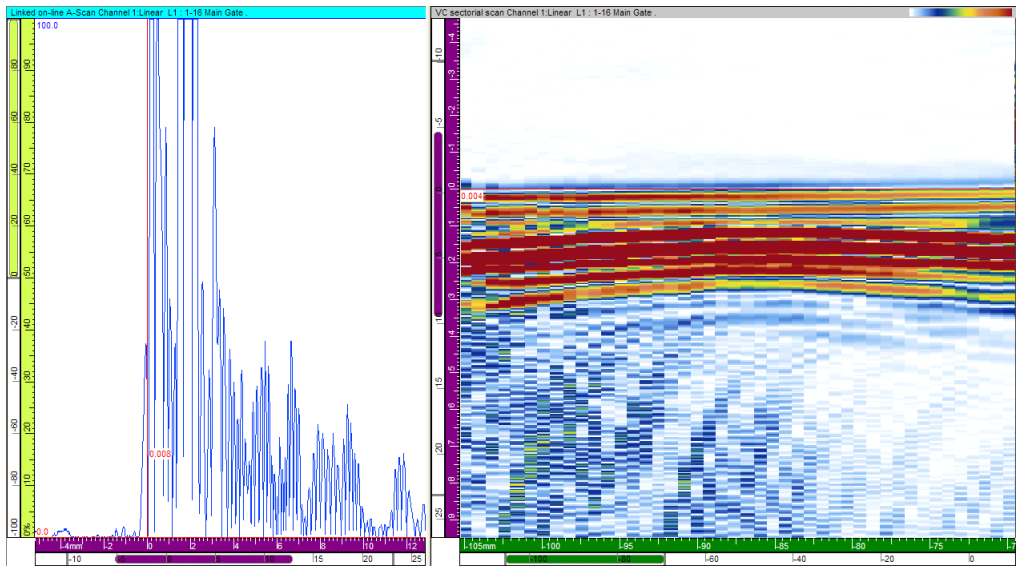

Abbildung 7-77 Ankopplecho eines richtig justierten Vorlaufkeils (Beispiel)
Das Ankoppelecho eines richtig justierten Vorlaufkeils wird in genau 0 mm Tiefe überall entlang des Sensors angezeigt, wie im Beispiel in Abbildung 7-77 auf Seite 443 gezeigt. Entspricht dies Ihrer Anwendung müssen Sie das Verfahren nicht weiter fortfahren.
6. Wiederholen Sie Schritte 2 bis 5 bis die Ankopplecholinie genau bei 0 mm Tiefe überall entlang des Sensors liegt, wie im Beispiel in Abbildung 7-77 auf Seite 443 abgebildet.